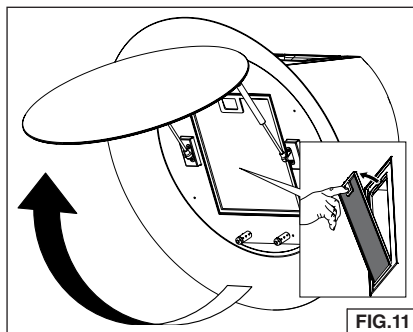

FIG.11
5. Levante el panel frontal de vidrio y retire el filtro de grasa. Fig. 11.